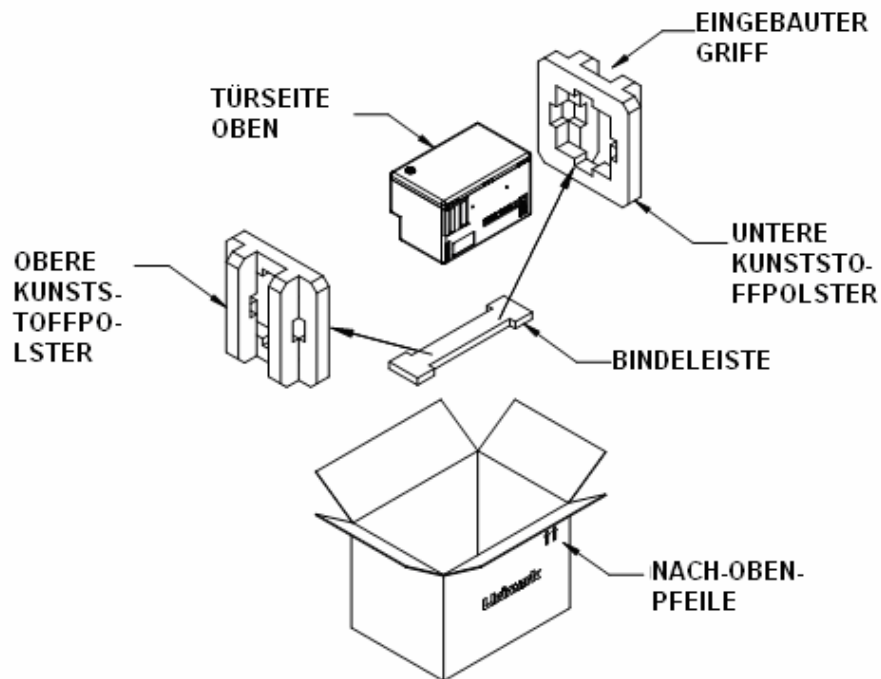

Abbildung 6-1. Für den Transport verpacken
Die Originalverpackung sowie das Verpackungsmaterial, in dem der SPRITE ausgeliefert wurde, bieten auch für weitere Versandvorgänge optimalen Schutz. Sofern Sie das Originalversandmaterial noch besitzen und es sich in gutem Zustand befindet, empfehlen wir, es erneut zu verwenden. Andernfalls fordern Sie bei Unimark ein Verpackungsset an. Abbildung 6-1 stellt die normale Transportverpackung für den SPRITE als Explosionszeichnung dar. Das Verpacken des SPRITE für den Transport erfolgt entsprechend Abbildung 6-1 und wie nachfolgend beschrieben.
1. Den Karton mit den Pfeilen „UP“ nach obenweisend und an der Oberseite geöffnet aufstellen (siehe Abbildung 6-1).